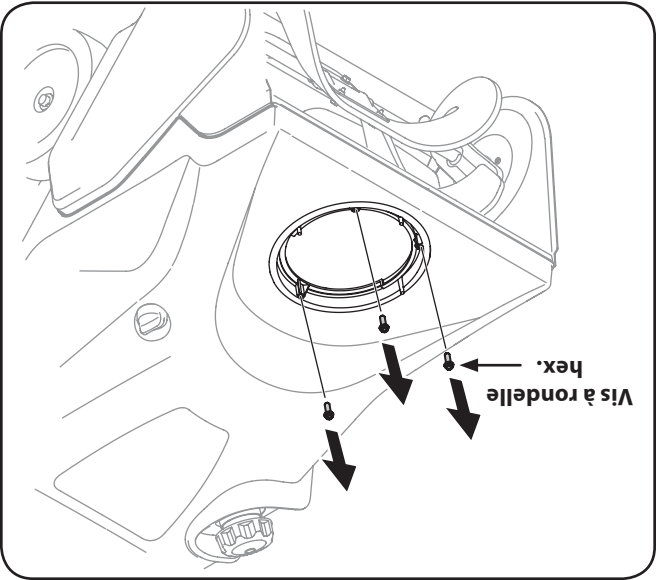

Figure 3-4
2. Enlevez les vis à rondelle hex. placées sur la base de la goulotte. Voir la Fig. 3-4.